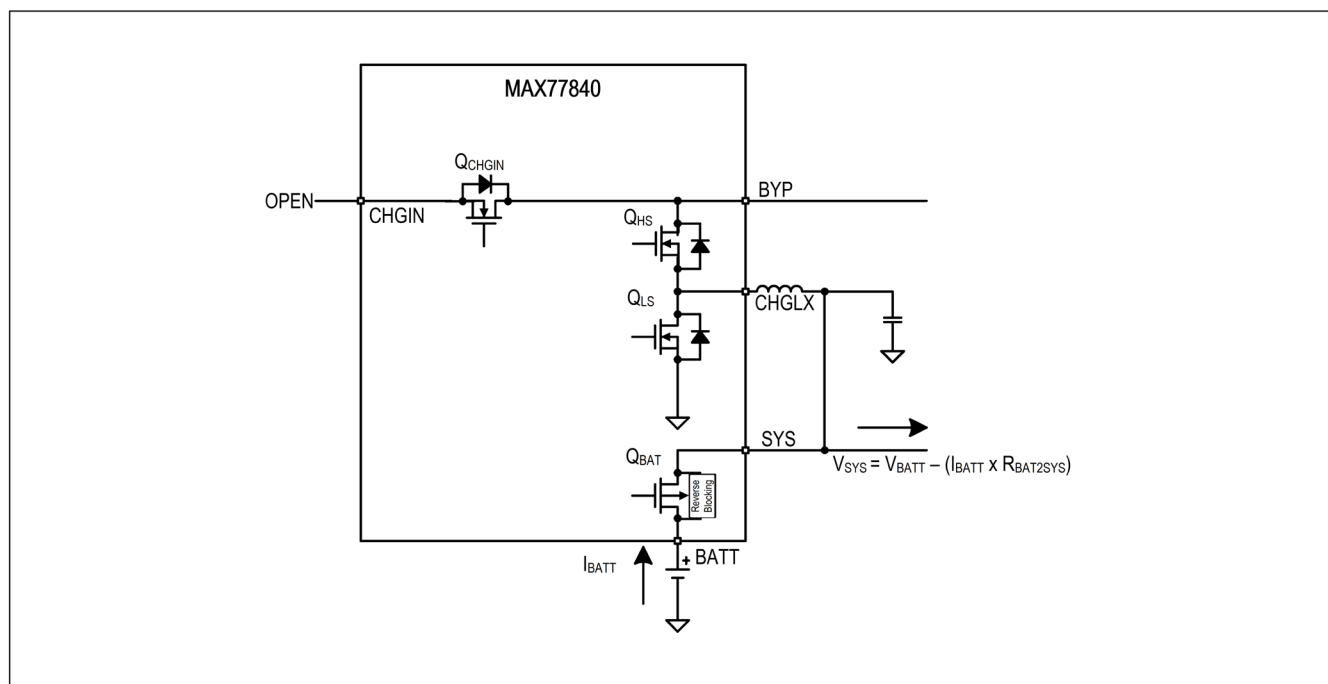

図4. バッテリーのみ
2. バッテリーのみ、*MODE* = 0x00: アダプタ電圧は無効となっており、入力電圧動作範囲外です(QCHGIN = オフ)。バッテリーが接続されSYSの負荷に給電しています(QBAT = オン)。また、OTGに給電するため昇圧モードの準備が整っています(Boost = スタンバイ)。図4を参照してください。